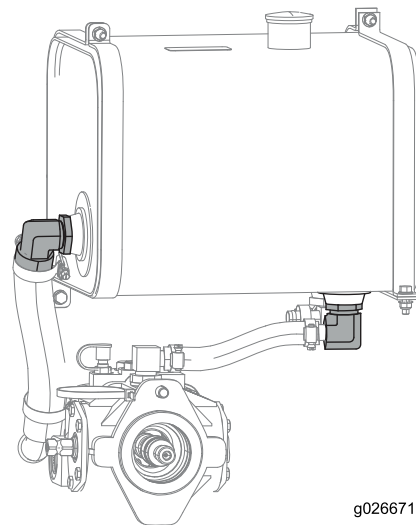

Figura 46
10. Retire los adaptadores acodados, retire los filtros y límpielos con aire comprimido (Figura 46).